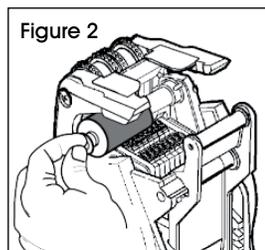

Figure 2
3. Tenez le nouveau rouleau encreur par la tige. (Voir Figure 2)
4. Faites-le glisser sur le montant en l'enclenchant en place. (Voir Figure 2)